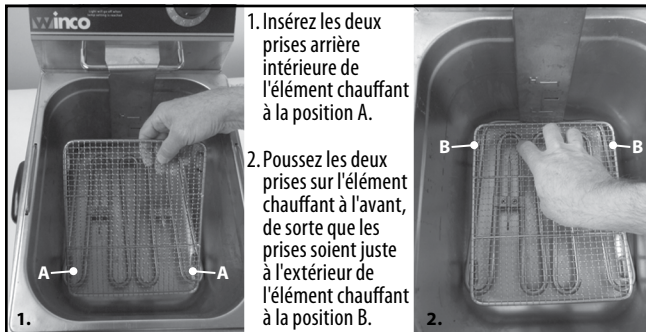

Figure 5. Insérez le couvert d'élément en treillis métallique (M)
2. Retirez le(s) panier(s) (I) de la friteuse.
3. Insérez le couvert d'élément en treillis métallique (M). (Figure 5)